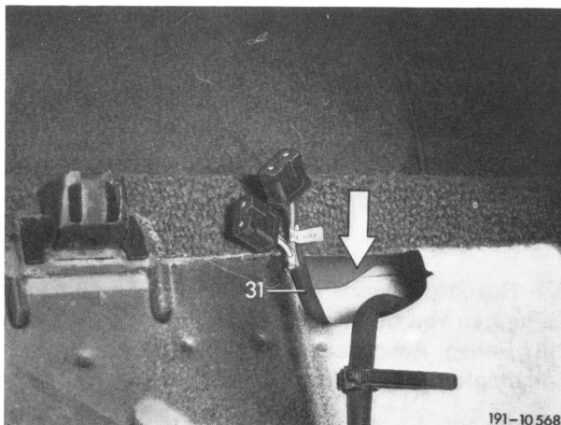

Bild 18
51 Fondsitz einbauen, dabei die elektrischen Leitungen von den Heizkissen (17) mit dem Zusatzleitungssatz (31) verbinden und die Kupplungen in den Querträger stecken (siehe Pfeil Bild 18).